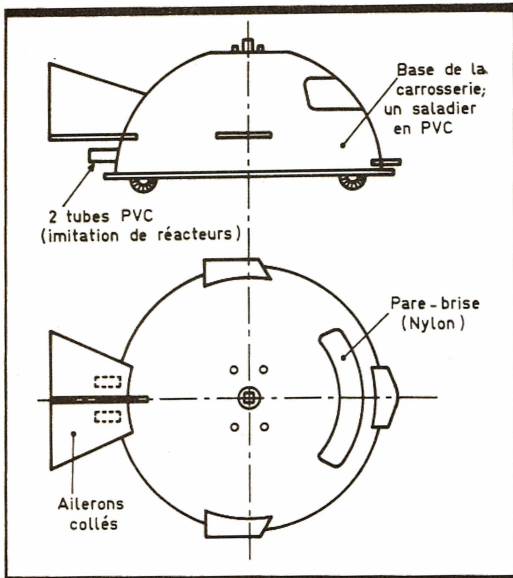

Fig. 12 Exemple de réalisation d'une carrosserie.
e) Réalisation de la carrosserie (fig. 12)
La figure 12 est simplement un exemple de réalisation possible en partant d'un saladier « Tupperware » bien connu dans les... mi-
lieux ménagers. En y ajoutant des ailerons, un pare-brise panoramique et une couleur du type métallisé on peut arriver à la configuration futuriste souhaitée que beaucoup de nos lecteurs obtiendront sans aucun doute sans forcément imiter l'exemple de la **figure 12**.